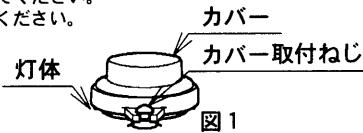

図1
●鋼管柱に取り付ける場合（ $\phi 89.1 \sim \phi 190$ まで）（図1）
① 自動点滅器用のカバー取付ねじ（2ヶ所）を外してください。（図1）